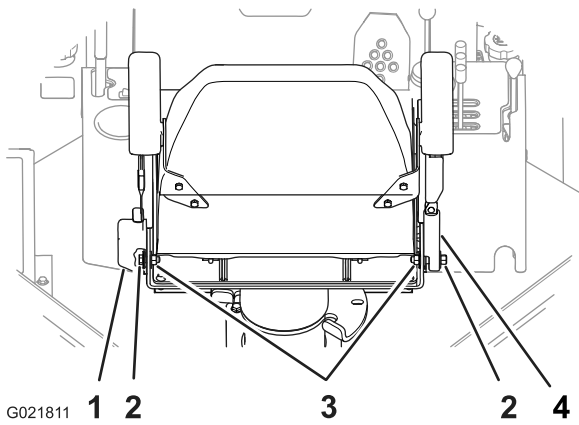

Figura 99
3. Verifique se os parafusos e porcas de fixação do retrator e fecho do cinto de segurança estão apertados com torque de 7,8 a 9,6 N·m (69 a 85 pol.-lb); consulte a Figura 99.